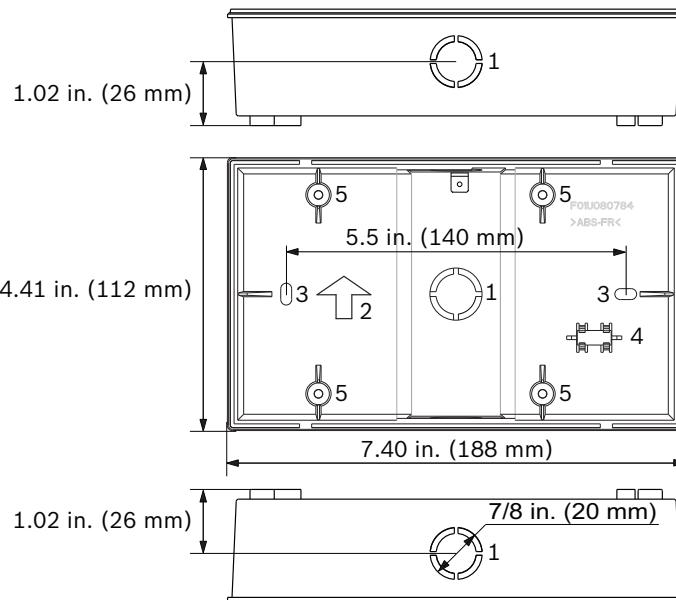

Figura 4.2 Caja Posterior del Centro de Comando Remoto FMR-1000-RCMD
- La caja posterior cuenta con tres salidas para conexiones de ducto de 1,27 cm (1/2 pulg.) en la parte posterior, inferior y superior (consulte la *Figura 4.2*, elemento 1). Para abrir la conexión de ducto en forma sencilla, retre la tapa de salida desde el interior de la caja.
- Instale la caja posterior de modo que la flecha apunte hacia arriba (consulte la *Figura 4.2*, elemento 2).
3. Utilice la caja posterior como plantilla para marcar la ubicación de los orificios de montaje (consulte la *Figura 4.2*, elemento 3). Cree una apertura en la superficie de montaje para los cables. Coloque los tornillos. De momento no ajuste los tornillos.
4. El nivel de burbuja integrado permite nivelar horizontalmente y fijar la base sin necesidad de utilizar otras herramientas (consulte la *Figura 4.2*, elemento 4).
3. Haga pasar los cables a través de una de las salidas de la base del anunciador (montaje en superficie) o de la caja eléctrica de 3 acometidas (montaje empotrado). Consulte la *Figura 4.2* en la *Página 20* para ver dónde se encuentra la entrada de los cables en la caja posterior.
5. Para un montaje en superficie con la caja posterior: fije la base. Utilice el nivel de burbuja para asegurarse de que la caja posterior quede perfectamente horizontal. Consulte la *Figura 4.2* en la *Página 20*.